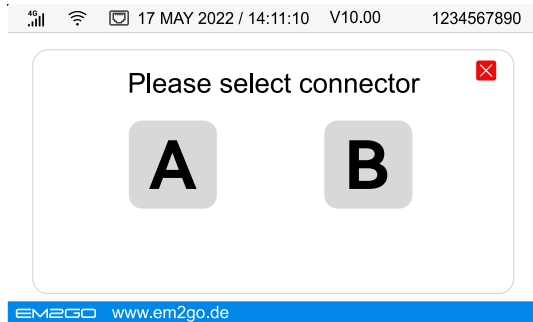

Abb. 6-2 Auswahl des Ladepunkts
1. Um das lokale Lastmanagement zu nutzen, verbinden Sie bis zu 16 Ladestationen per Kabel über Ethernet mit einem Netzwerkschicht oder Router (siehe **Abschnitt 5.1.4** und **Abb. 6-2**).